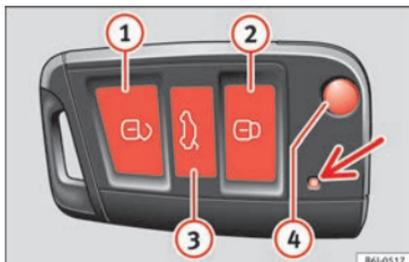

Fig. 131 Botões da chave com comando à distância.
Com a tecla (4) » Fig. 131 do telecomando, destranca-se o palheteo da chave.
Destrançagem do veículo (1) » Fig. 131 (1).
Trancagem do veículo (2) » Fig. 131 (2).
Destrançagem da porta da mala. Pressione o botão (3) » Fig. 131 (3) até que todas as luzes indicadoras de mudança de direção do veículo pisquem durante breves segundos. Ao pressionar o botão de destrancagem (3), dispõe de 2 minutos para abrir a porta da mala. Uma vez decorrido este tempo, será novamente trancado.
Além disso, a luz de controlo da pilha da chave » Fig. 131 (seta), pisca.
- Pressione o botão   **Fig. 131** do comando à distância.